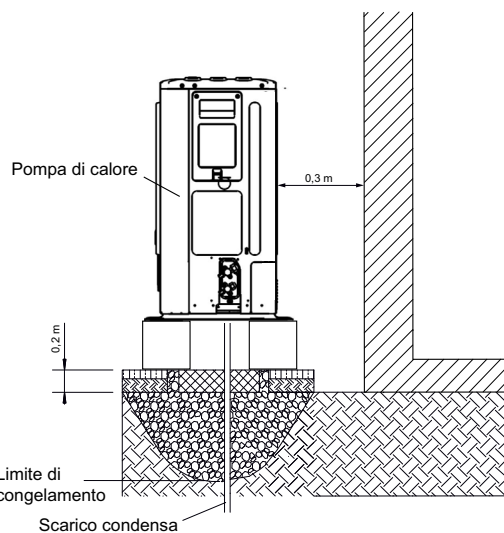
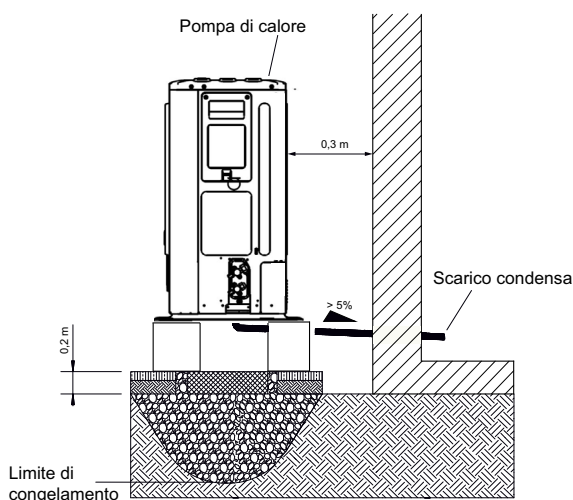

Fig. 5.2
Fig. 5.3
- Si consiglia di montare l'unità esterna vicino alla parete su fondamenta separate dall'edificio, mantenendo una distanza di almeno 0,3 m sul lato di aspirazione (Fig. 5.2 + Fig. 5.3).
- Rispettare le distanze minime (Fig. 5.2) indicate.